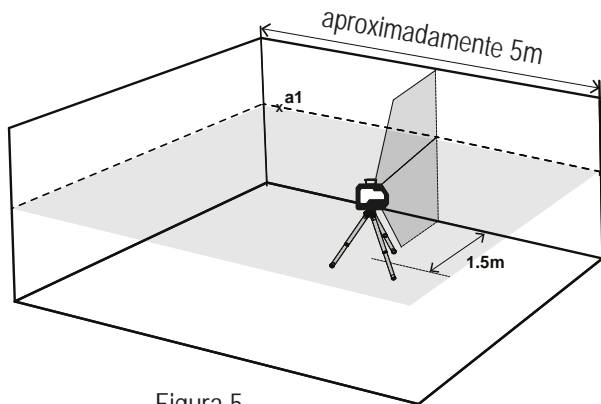

Figura 5
3. Marque el punto **a1** en la pared, en el medio de la línea horizontal en el lado izquierdo de la pared (ver la figura 5).